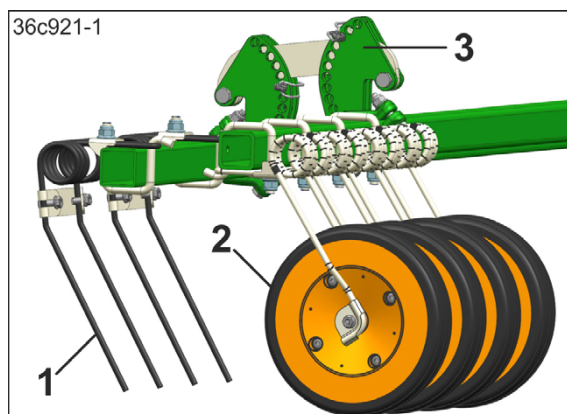

Fig. 92
- Harvtinder (Fig. 92/1)
- Trykkroller (Fig. 92/2)
Justeringssegmentet (Fig. 92/3) brukes til innstilling